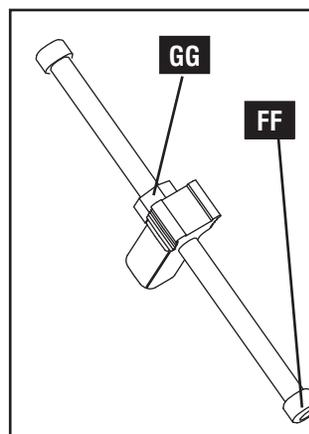

Fig. E17
POUR CORRIGER LA PLANCHE-GOUJON RENFORCÉE : dévissez l'écrou hexagonal (GG), Fig. E17, et faites tourner la vis de butée (FF), Fig. E17 ou E18, dans **le sens des aiguilles d'une montre** si le joint est renforcé.
POUR CORRIGER LA PLANCHE-GOUJON PROTUBÉRANTE : desserrez l'écrou hexagonal (GG), Fig. E17, et faites tourner la vis de butée (FF), Fig. E17 ou E18, dans **le sens contraire des aiguilles d'une montre** si le joint est protubérant.